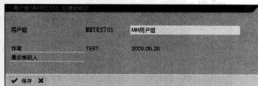

图 12-15 “用户组创建或修改”对话框
STEP 2 在“用户组”栏中输入准备创建的用户组名称，单击“”按钮，弹出“用户组创建或修改”对话框，如图 12-15 所示。